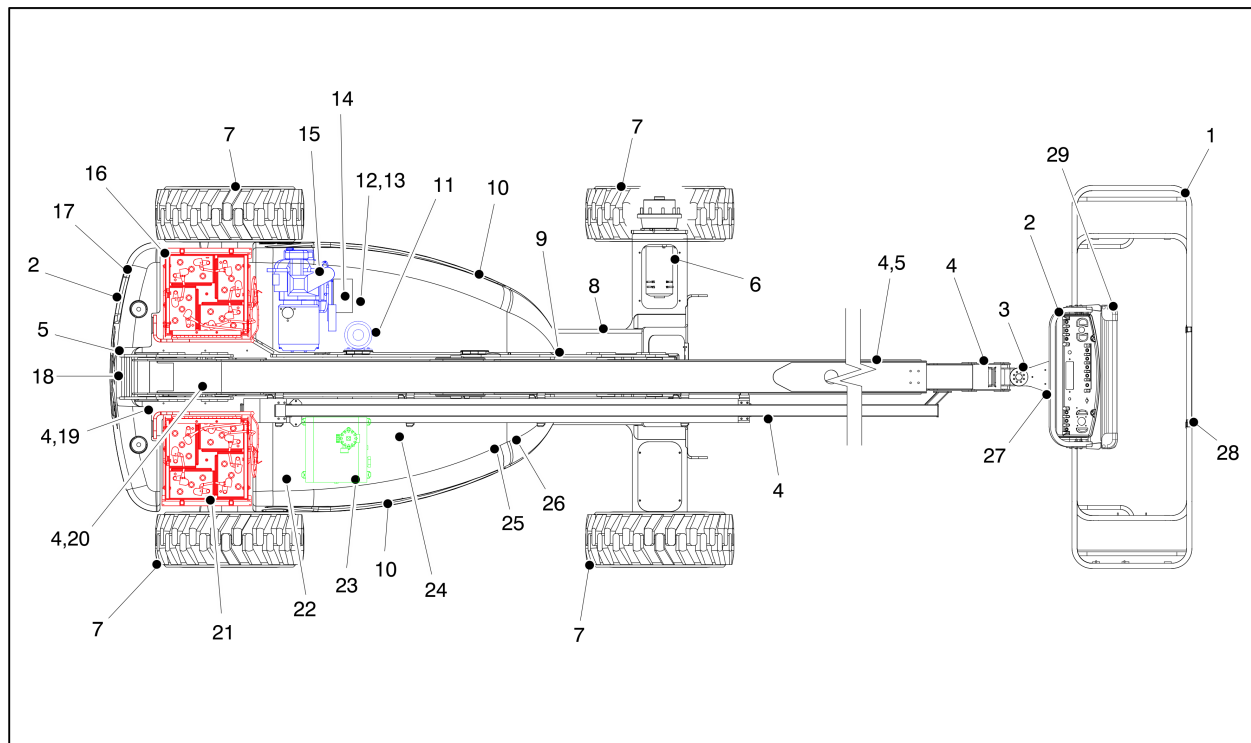
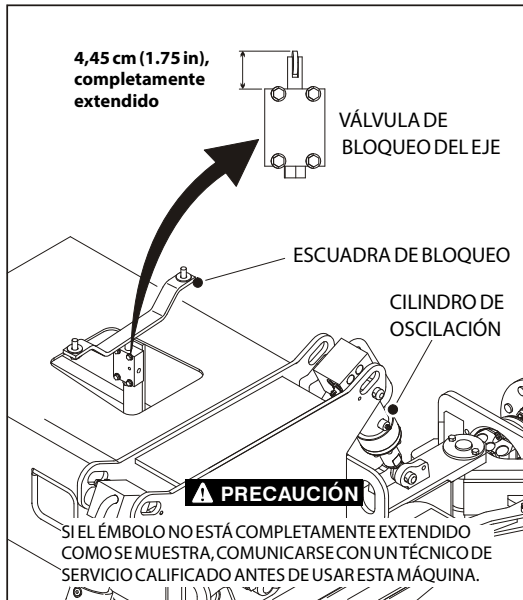

Figura 2-4. Inspección visual diaria - Hoja 1 de 4
Figura 2-7. Inspección visual diaria - Hoja 4 de 4
- 4. "Inspección visual"** - Consultar la Figura 2-4., Figura 2-5. y Figura 2-7.